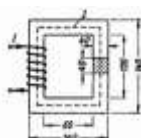

Рисунок 6 –
2. Замкнутая магнитная цепь (рисунок 6) выполнена из пластин трансформаторной стали. Сколько витков должна иметь катушка с током 0,5 А, чтобы создать в сердечнике магнитный поток $0,0016 \text{ Вб}$?